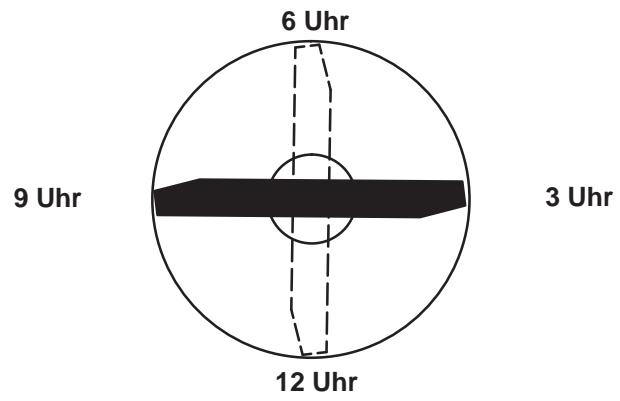

Bild 11
4. Positionieren Sie die Schnittkante der markierten Messerseite in die 12-Uhr-Stellung (geradeaus in Mährichtung) (Bild. 11) und messen Sie die Höhe vom Tisch bis zur Schnittkante.
5. Drehen Sie die markierte Seite des Messers auf die 3- und die 9-Uhr-Position (Bild 11) und messen Sie die Höhe.